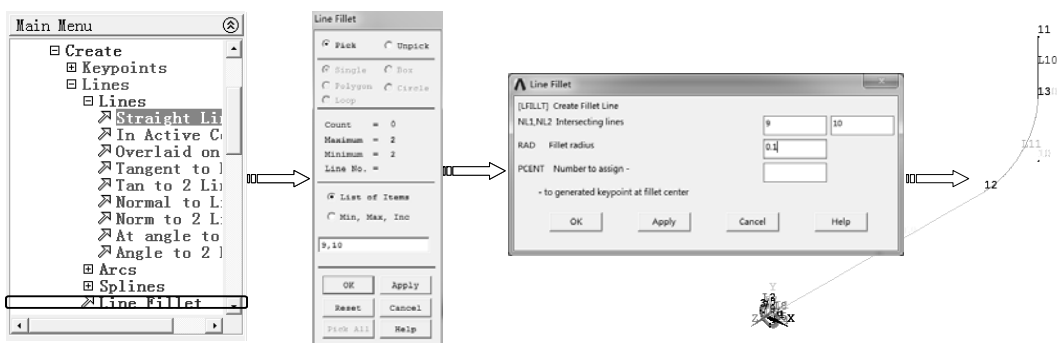

图 7-183 创建圆角
7) 选择“Main Menu>Preprocessor>Modeling>Create>Lines>Line Fillet”命令，弹出“Line Fillet”对话框，在图形区选择线 L9 和 L10，或直接输入编号“9, 10”，单击“OK”按钮，弹出“Line Fillet”对话框，输入半径 0.1，然后单击“OK”按钮创建圆角，如图 7-183 所示。